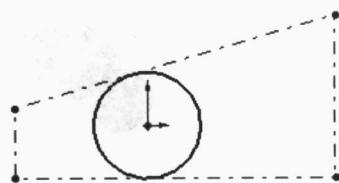

图 1-13 梯形与圆相切
3) 将圆与梯形两条长边作“相切”约束，如图 1-13 所示。